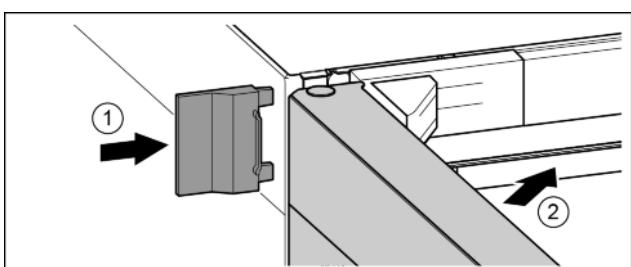

Fig. 24
- Насуньте зовнішню кришку. Fig. 24 (1)
► Закрійте верхні дверцята. Fig. 24 (2)